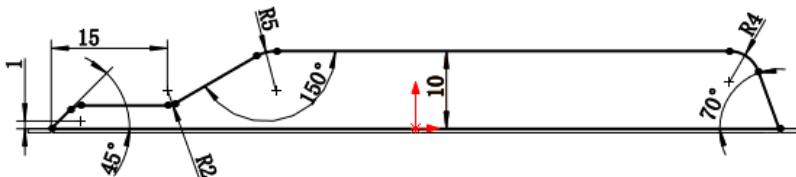

图 13.2.41 边线一法兰 1 草图
(3) 定义法兰参数。
- ① 定义法兰角度值。在 **角度(G)** 区域的  文本框中输入角度值 90.0。
- ② 定义长度类型和长度值。在“边线法兰”对话框 **法兰长度(L)** 区域的  下拉列表中选择 **给定深度** 选项，在  文本框中输入深度 4.0。
- ③ 定义法兰位置。在 **法兰位置(N)** 区域中单击“折弯在外”按钮 。
(4) 单击  按钮，完成边线—法兰 1 的初步创建。
(5) 编辑边线—法兰 1 的草图。在设计树的  边线—法兰 1 上右击，在系统弹出的快捷菜单中单击  命令，系统进入草图环境。绘制图 13.2.41 所示的草图。退出草图环境，此时